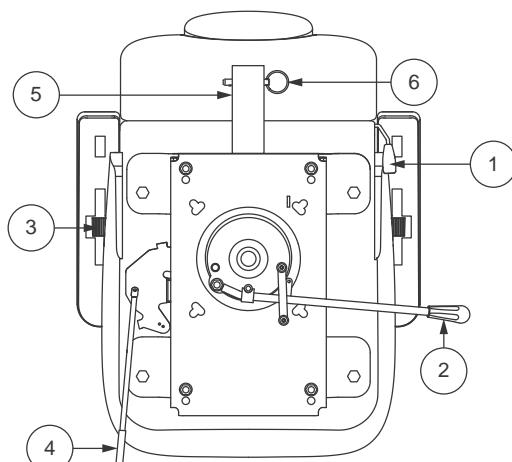

Abb. 15. Sitzeinstellungen
Um die verstellbare Rückenlehne einzustellen, befolgen Sie diese Schritte. **Siehe Abb. 15.**
1. Zum Entriegeln des Sitzes den Sitzverschluss je nach Sitztyp entweder nach oben ziehen oder nach vorne schieben. **Siehe Abb. 15.**
Der Armlehnenwinkel Ihres Personal Elektromobils kann nach oben oder nach unten verstellt werden durch das Drehen der Einstellscheiben. **Siehe Abb. 15.**
1. Drehen Sie den Hebel zur Verstellung der Sitzposition nach aussen. **Siehe Abb. 15.**
Die Zubehörhalterung am Heck ermöglicht es Ihnen, persönliche Zubehörkomponenten wie Korb, Gehhilfe oder Sauerstofftank hinter dem Personal Elektromobil anzubringen. Verwenden Sie den Sicherungsstift, um das Zubehörteil sicher an der Halterung zu befestigen. **Siehe Abb. 15.** Für weitere Informationen wenden Sie sich an Ihren Vertragshändler.